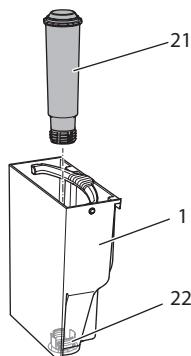

Abb. 15: Wasserfilter ein- oder ausschrauben
- Entfernen Sie den Wasserfilter (siehe Abb. 15 auf Seite 21).
9. Setzen Sie einen neuen Filter in den Wassertank ein (siehe Abb. 15).
3. Entfernen Sie den Wasserfilter (siehe Abb. 15).